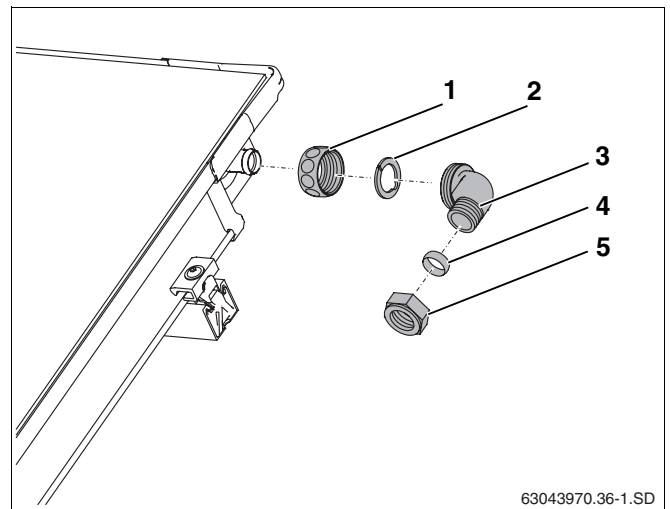

Fig. 57 Montaggio della tubazione di mandata (senza disaeratore sul tetto)
- ▶ Spingere il dado di raccordo (fig. 57, **pos. 1**) sopra l'attacco del collettore.
- ▶ Disporre lo spessore di bloccaggio (fig. 57, **pos. 2**) dietro il bordo del raccordo del collettore e fissare premendo.
- ▶ Con una pressione, applicare il gomito con il relativo bocchettone con anello di fissaggio (fig. 57, **pos. 3**) sull'attacco; successivamente orientare il gomito e avvitarlo con il dado di raccordo.